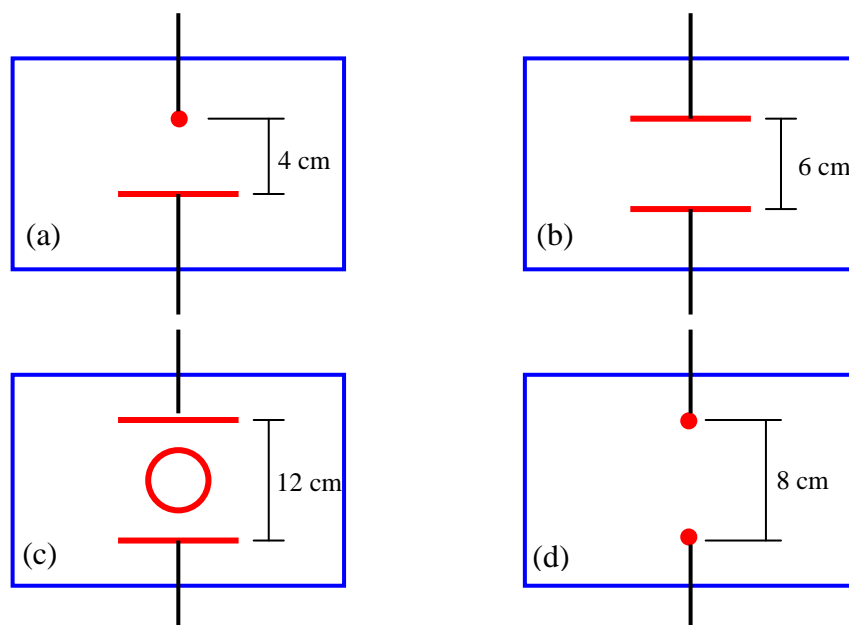

Figura 7.4
A figura 7.4 esquematiza as montagens a serem utilizadas. Na cuba transparente é colocada água até completar aproximadamente 1 cm de altura. Os eletrodos, prismáticos ou cilíndricos, são ligados à fonte de tensão que deve ser regulada para cerca de 2V a 3V. Um terminal do voltímetro permanecerá ligado a um dos eletrodos, enquanto o outro servirá como sonda (s) a ser posicionada em qualquer ponto do líquido.
1. Para cada uma das configurações da figura 7.4:
4. Na montagem (c) da figura 7.4 as linhas de força são normais à superfície do anel metálico. Você sabe explicar por quê? E o potencial em seu interior, como pode ser justificado?